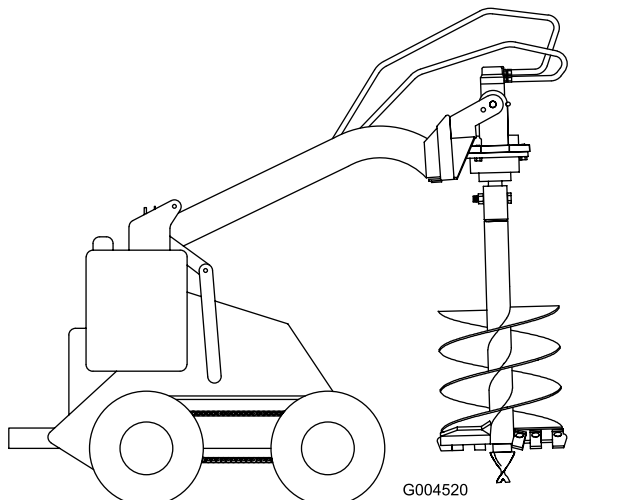

Bild 9
13. Heben Sie den Erdbohrer vom Boden ab (Bild 9).
14. Wenn der Erdbohrer vertikal ist, kippen Sie die Anbaugerätplatte nach hinten, bis der Antriebskopf die Anbaugerätplatte berührt, um den Erdbohrer zu stabilisieren und ein freies Pendeln zu vermeiden (Bild 9).
1. Heben Sie den Erdbohrer an, sodass er Bodenfreiheit hat und vertikal ist (Bild 9).